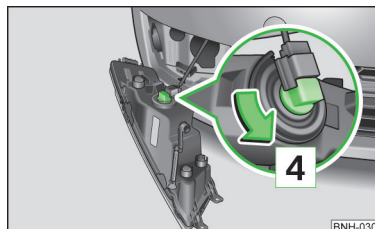

Abb. 154
- Den Stecker abziehen » Abb. 154.
- Den Lampensockel in Pfeilrichtung **4** » Abb. 154 drehen und herausziehen.